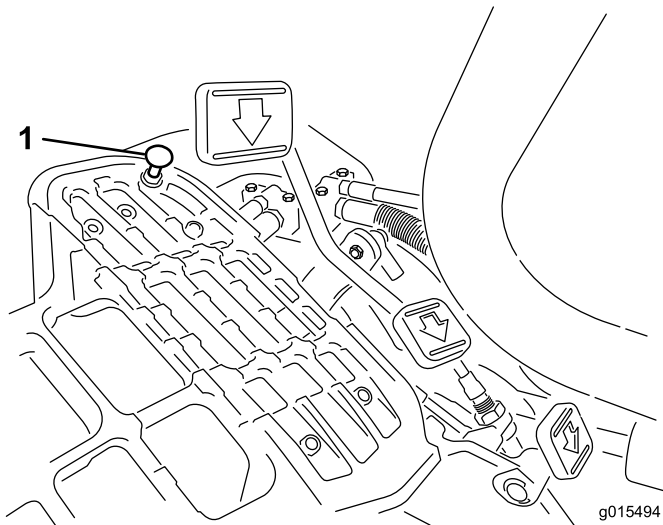

Figura 47
Per ottenere la velocità massima di trasferimento mettete la leva di comando delle funzioni in posizione di TRASFERIMENTO, e premete il pedale di trazione. Se il pedale tocca il fermo (Figura 47) prima che avvertiate la tensione sul cavo, effettuate la seguente procedura di regolazione:
1. Spostate la leva di comando delle funzioni in posizione di TRASFERIMENTO e allentate il dado di bloccaggio che fissa il fermo del pedale alla piastra di appoggio (Figura 47).